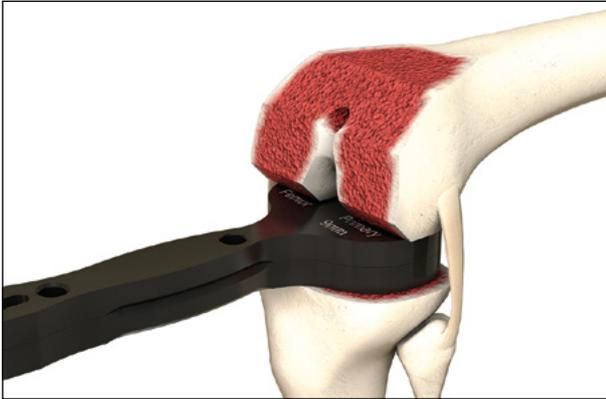

Fig. 32 Contrôle de l'espace en flexion
- Insertion de la plaque de base du bloc d'espacement dans l'espace en flexion avec l'insert du bloc d'espacement défini auparavant en extension (fig. 32)